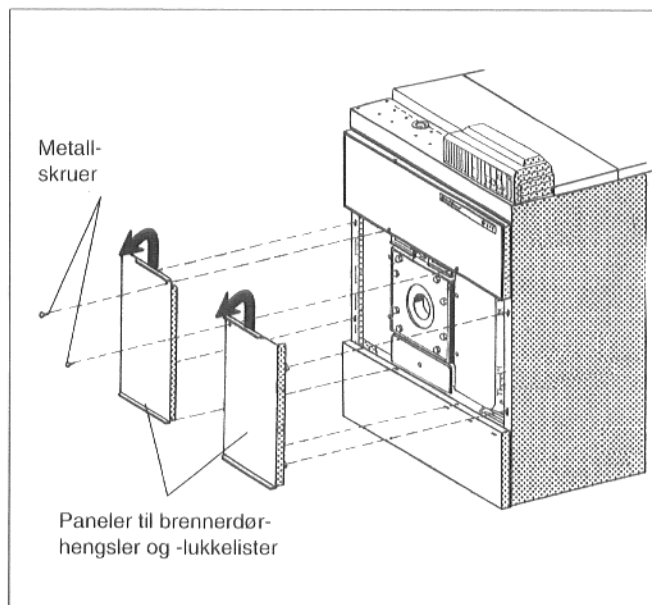

Fig. 57
- Metallskrueene på panelet til brennerdørhengslene og -lukkelistene dreies ut (fig. 57).